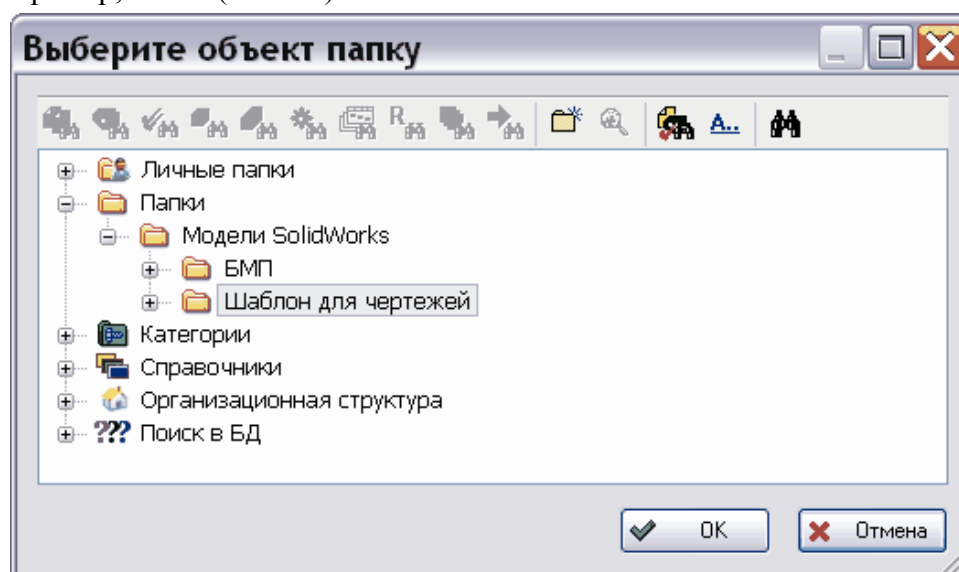

Рис. 67
5. Введите комментарий и нажмите Ok. При сохранении шаблона чертежа в БД запрашивается объект, с которым новый документ нужно ассоциировать, например, папка (Рис. 67).
6. Выберите папку «Шаблон для чертежей», предварительно созданную в БД PSS (Рис. 67). Если папка не была создана ранее, создайте ее, нажав на кнопку **Создать папку** .